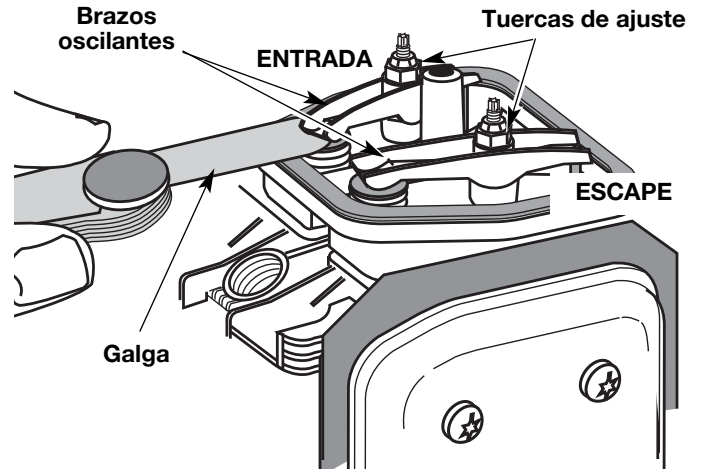

Fig. 66
9. Deslice la galga entre el brazo oscilante y el resorte de retorno de la válvula. Mida el huelgo entre el vástago de la válvula y el brazo oscilante (Fig. 66). Realice esto en las válvulas de entrada y de escape